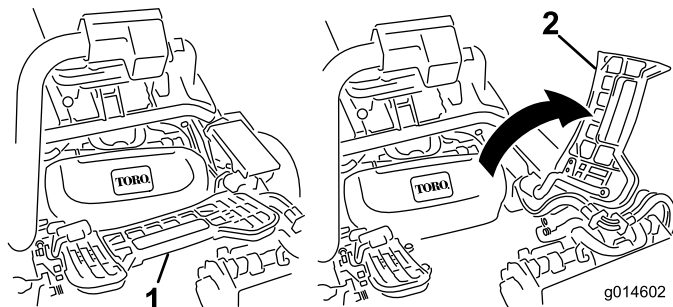

図 31
- フット・レストを跳ね上げて開き、中央カuttingユニット取り付け位置へのアクセスを確保する（図 31）。